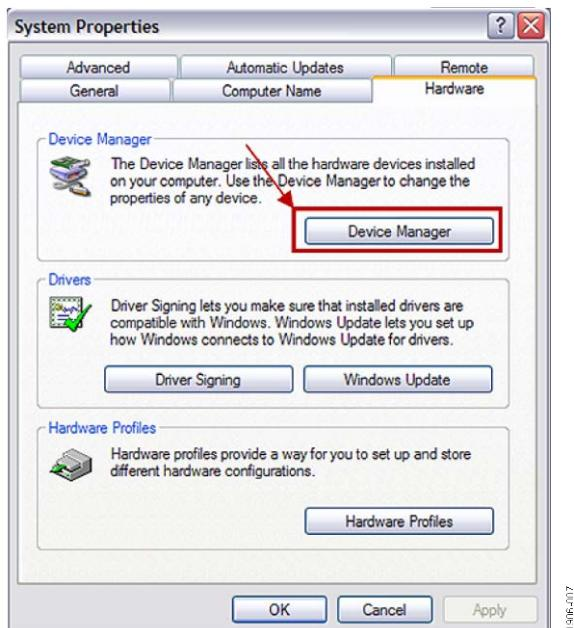

図 7. システムのプロパティ
2. **System Properties** ウィンドウの **Hardware** タブをクリックします(図 7 参照)。